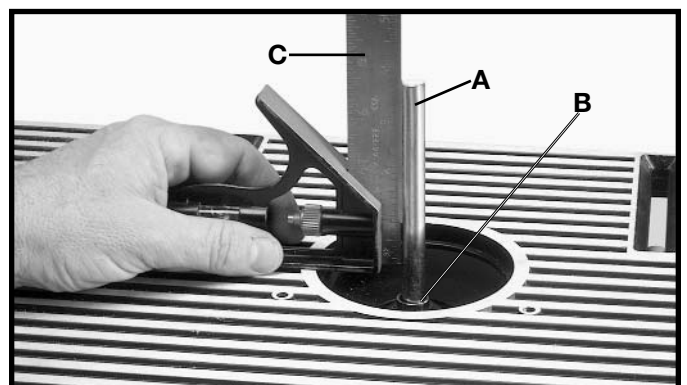

Fig. 23
3. Inserte una sección "recta" de vara de metal de 1/2 pulgada de diámetro, (A) Fig. 23, que tenga por lo menos 6 pulgadas de largo, en el mandril de la recortadora (B) y apriete dicho mandril (B) de la misma manera que apretaría una broca de recortadora.
4. Utilizando una escuadra (C) Fig. 23, ya sea en el lado derecho o en el izquierdo de la mesa, coloque un extremo de la recta contra la vara de metal (A) según se indica aquí. Revise si la vara de metal (A) se encuentra a 90 grados (izquierda y derecha) de la superficie de la mesa. Si resulta necesario efectuar un ajuste, haga lo siguiente: